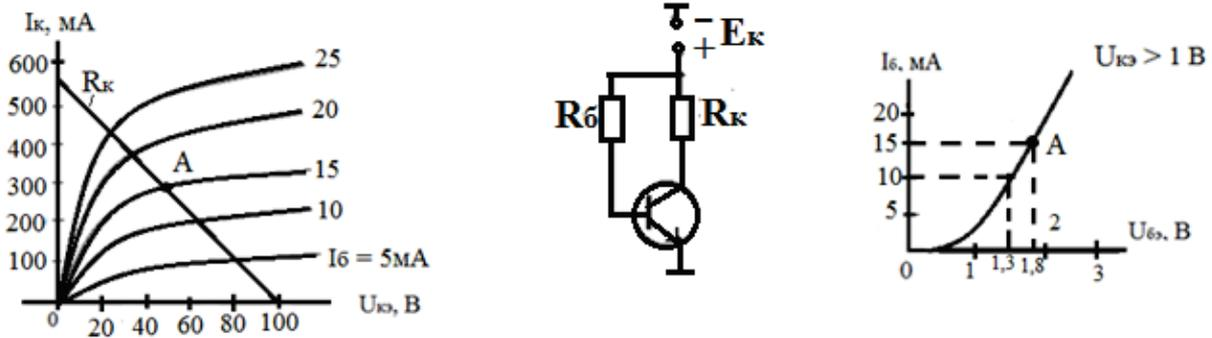

Рис. 2.14
14. Обеспечить положение рабочей точки транзистора (рис. 2.14). Рассчитать $h_{11э}$, $h_{21э}$ и $h_{22э}$.